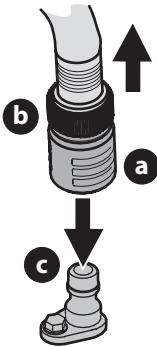

Fig. 31
- Tire del collarín de ajuste (a) del adaptador del pico (b) hacia atrás y empuje el adaptador del pico sobre el pico de lavado de la plataforma (c). Suelte el collarín de ajuste para trabar el adaptador del pico en el pico de lavado de la plataforma (Fig. 31).